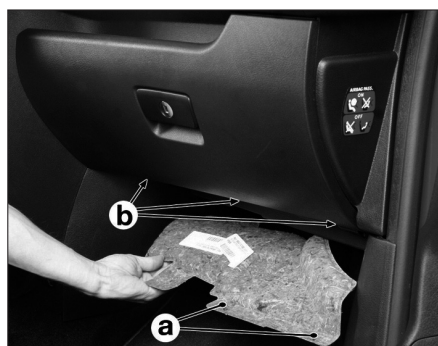

Fig. 35
- Enlever les 2 agrafes (a) maintenant l'insonorisant passager pour le déposer puis dévisser les 3 fixations à empreinte Torx de 20 (b) de la partie inférieure de la boîte à gants (Fig.35).